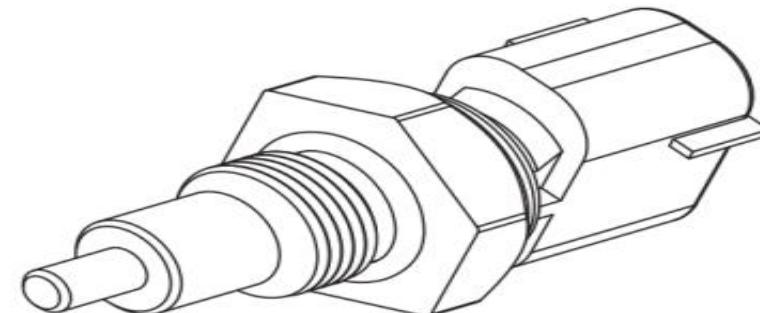

图1-32 水温传感器
2. 水温传感器 ECT 水温传感器直接安装到汽缸盖中的冷却液输出接头旁边。水温传感器是一种负温度系数(NTC 电阻器)的电阻器。利用水温传感器的电压降，ECM 就可以计算冷却液温度。来自水温传感器的信号是供给 ECM 来控制做为冷却风扇电机的控制并且能够依据目前的发动机状况来精确的判断燃油与点火。水温传感器输出也提供仪表板温度表的输入信号。如图1-32所示。